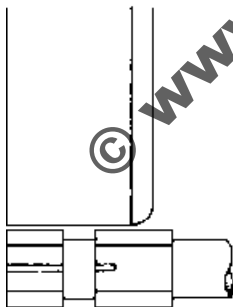

Abb. 68
3. Die Scheibe muss auch parallel zur Lagerbrosche liegen wie es Abbildung 68 veranschaulicht. Anderenfalls werden die Zapfen kegelförmig, entweder nach innen oder nach außen. Die richtige Stellung erreichen wir durch zwei Stellschrauben e, Abbildung 66, unten im Fuß. Es ist möglich, dass diese Justierung nach dem Wechseln der Broschen wieder nachgeprüft werden muss.
Die Lagerbrosche muss mit der Scheibe vorn glatt abschließen, wenn wir Radzapfen rollieren wollen, so wie es die Abbildung 68 zeigt. Werden Trompetenzapfen rolliert, liegt nur der zylindrische Teil der Scheibe auf, die Rundung steht darüber hinaus, so wie es die Abbildung 64 verdeutlicht.